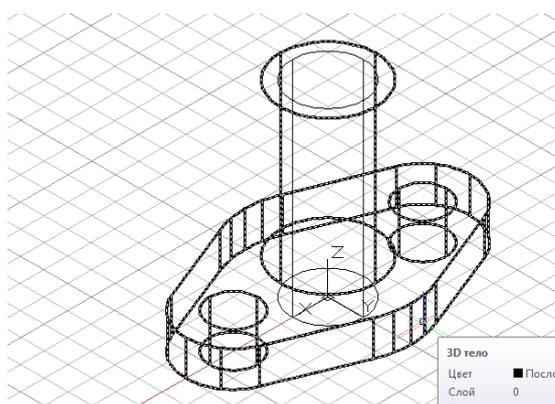

Рис.6. Построение цилиндра
10. Построить цилиндр, который стоит на верхней поверхности основания, имеет диаметр 40 мм и высоту 65 мм. Ввести координаты $0,0,15$ (Рис.6).